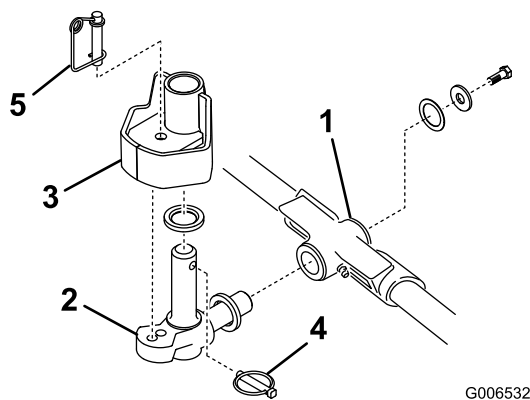

Bild 13
1. Setzen Sie eine Druckscheibe auf die horizontale Welle des Kreuzgelenks, wie in Bild 13 dargestellt.
2. Setzen Sie die horizontale Welle des Kreuzgelenks in das Befestigungsrohr des Trägerrahmens (Bild 13).
3. Befestigen Sie das Kreuzgelenk mit einer Druckscheibe, einer flachen Scheibe und einer Bundkopfschraube am Trägerrahmen (Bild 13).
4. Setzen Sie eine Druckscheibe auf die vertikale Welle des Kreuzgelenks (Bild 13).
5. Falls abgenommen, setzen Sie die vertikale Welle des Kreuzgelenks auf die Hubarmdrehnabe (Bild 13).
7. Setzen Sie den Klappstecker in das Kreuzloch an der Kreuzgelenkwelle (Bild 13).
Hinweis: Wenn Sie eine fixierte Schneideinheitstellung wünschen, setzen Sie den Lenksperrstift auf das Befestigungsloch des Kreuzgelenks (Bild 13).
13. Haken Sie den Federdraht unten um den Lenksperrstift (Bild 13).